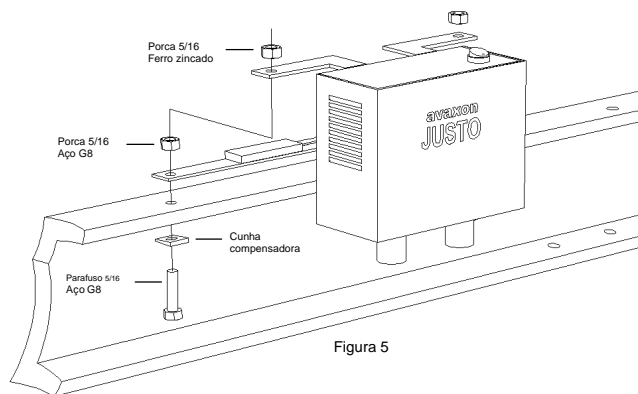
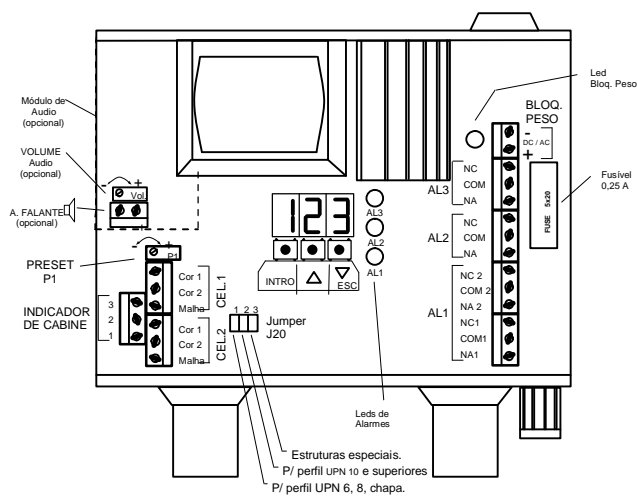

Figura 5
Figura 7
Interface com o usuário. O aparelho tem um conjunto de elementos denominados “entrada/saída” que constituem um meio de diálogo com o instalador no momento da instalação. Retirando a cobertura do aparelho, pode-se observar os seguintes elementos na zona central do circuito, de acordo com a figura 7. Um display de três dígitos mostra a informação que o equipamento deve comunicar ao usuário, por exemplo pesagem em quilogramas, níveis de alarmes, etc. Um jogo de 3 teclas possibilita ao instalador modificar certos parâmetros ou navegar pelo menu de instalação. Estas teclas têm dois significados: “Intro / Esc” aparece quando o equipamento espera uma resposta de confirmação/cancelação por parte do usuário; e “ Δ/∇ ” quando o instalador deve escolher algum parâmetro numérico. Em terceiro lugar um potenciômetro que é ajustado com o parafuso – Preset P1 na figura 7 - que serve de deslocador do sistema de medição, como se verá mais adiante.
Passo 4: Parafuse as células de carga. Ajuste manualmente. Caso necessário (perfil IPN ou UPN), intercale as cunhas compensadoras e deixe os parafusos como mostra a figura 5. Não coloque ainda o equipamento. Aplique adesivo trava-porca em cada parafuso. Não utilize anéis de segurança. As porcas de cada célula devem ser apertadas manualmente antes de utilizar ferramentas específicas (de força), tomando a precaução de não girar as cunhas compensadoras.
Vendo o equipamento de frente e sem a cobertura, os cabos das células de carga devem entrar pelo conector esquerdo. Na mesma lateral do circuito estão os bornes de conexão, onde as células de carga são conectadas. Ver figura 7. Os cabos de cor podem ser trocados entre sim em cada célula.
Passo 8: Configuração. Para fixar os parâmetros numéricos de trabalho do equipamento é utilizado o display de 8 dígitos e as três teclas localizadas na zona central da figura 7. Esta configuração é feita com a cabine colocada perto do andar mais baixo do trajeto. A figura 5 da *Guia Rápida de Instalação e Configuração (folha separada do manual)* pode ser usada como **referência rápida**.
8.a. Jumper J20. Conforme for o tipo de ferro onde são montadas as células de carga, corrigir, caso for necessário, a posição do jumper J20 da figura 7.
Passo 9: Conecte bloqueio de peso. Para inibir a pesagem quando o elevador estiver em funcionamento, existem bornes de conexões etiquetados "BLOQ. PESO". Ver figura 7.
Passo 10: Conecte os alarmes. Faça as conexões adequadas no painel de conexões de alarmes (ver figura 7) objetivando executar a ação desejada ante o acionamento dos alarmes configurados. **Ver esquema e exemplos** na folha de *Observações Úteis*.
Sistema de áudio. Se houver um módulo de áudio digital, instale e conecte o alto-falante nos bornes de conexão indicados no equipamento (ver figura 7). Quando estiver em funcionamento, ajuste o volume.